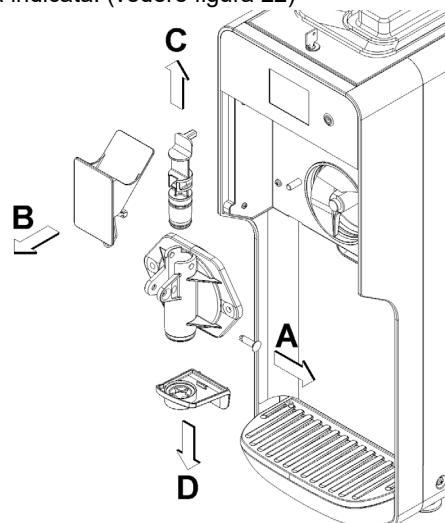

figura 22
7 Rimuovere il gruppo rubinetto e smontarlo seguendo la sequenza indicata. (vedere figura 22)
- Rimontare il gruppo rubinetto con sequenza inversa rispetto a quella illustrata in figura 22 e riposizionarlo nella sua sede.